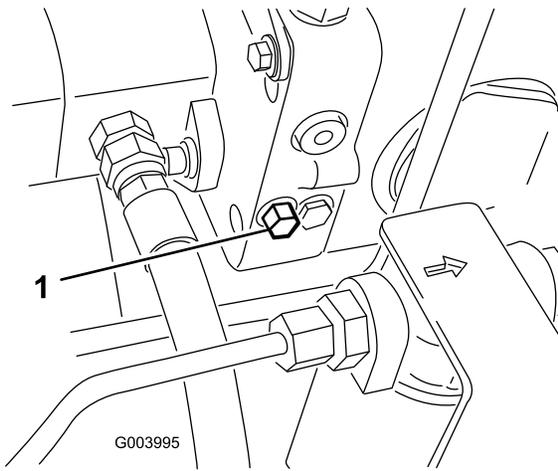

Bild 44
1. Dieses Sicherheitsventil befindet sich links am Hydrostat (Bild 44). Drehen Sie die Schraube um eine 1-1/2 Umdrehungen, um das Ventil zu öffnen und Öl intern abzulenken. Weil das Öl abgelenkt wird, lässt sich die Maschine ohne Schäden am Getriebe langsam bewegen.